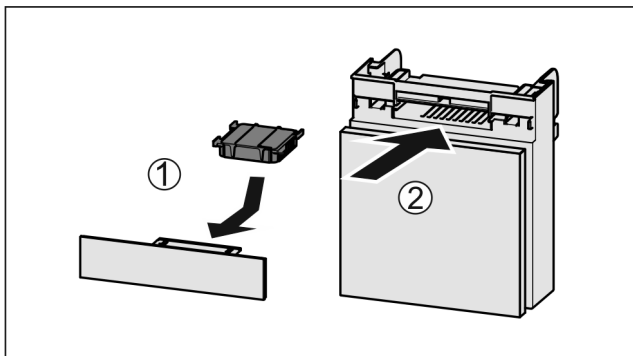

Fig. 182
- Insérer le filtre à charbon actif d'après le schéma Fig. 182 (1).
- Insérer le compartiment Fig. 182 (2).